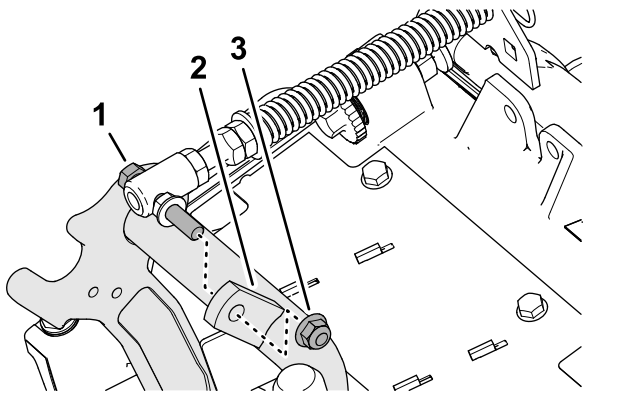

Figura 9
3. Retire a porca de bloqueio flangeada (3/8 pol.) que fixa o parafuso da mola de compensação da relva à aba direita da estrutura de suporte, e retire a mola de compensação da unidade de corte (Figura 9).